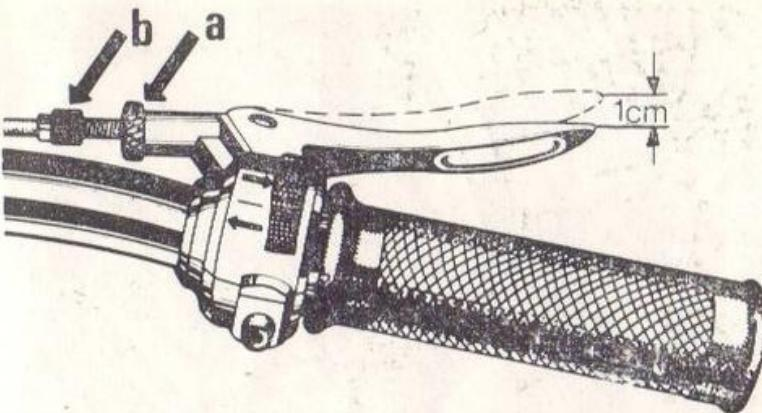

Fig. 29.
1. Pentru reglarea frînei față slăbiți piulița „a“ (fig. 29) și reglați șurubul „b“ pînă cînd maneta de frînă va avea o cursă liberă de cca. 1 cm., apoi blocați piulița „a“.